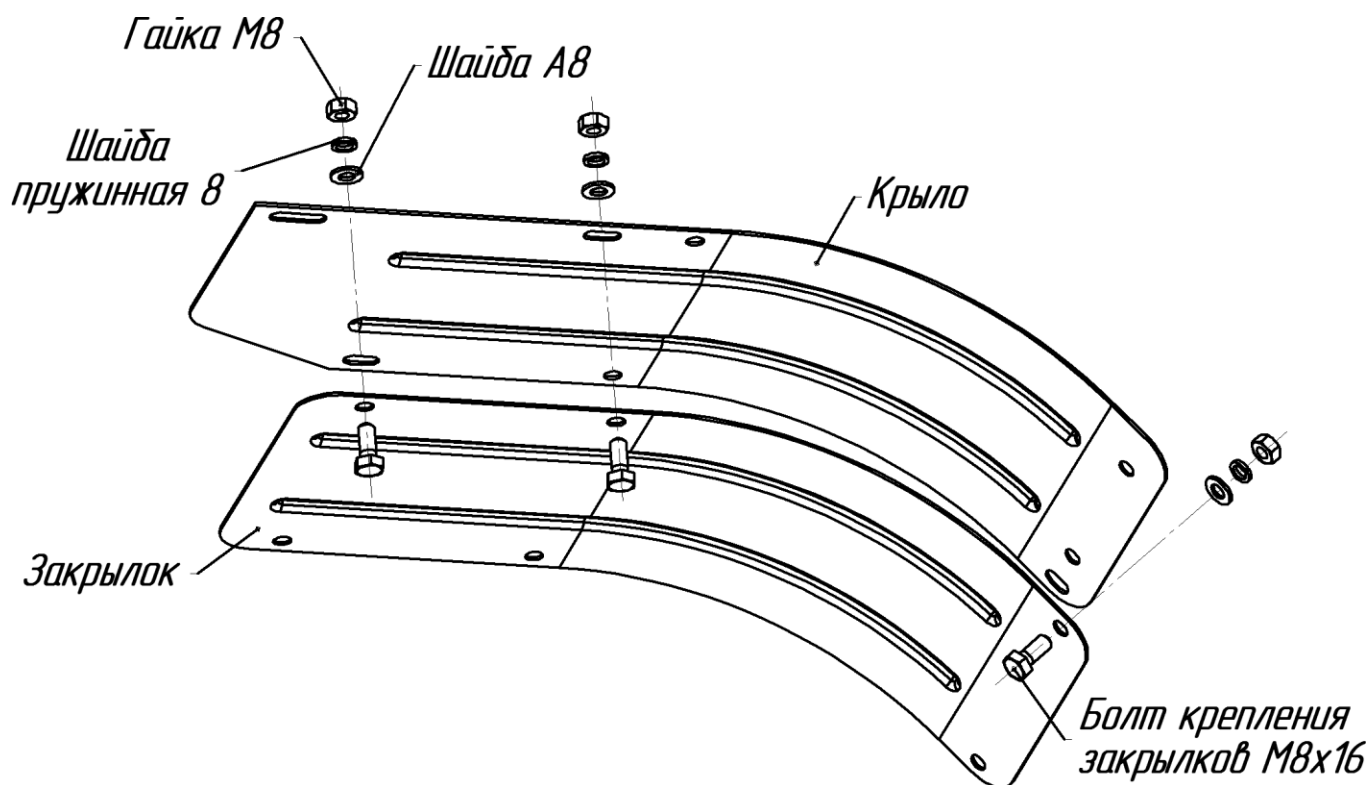

Рис.10 Схема крепления закрылков
21. При фрезеровании защитные устройства, закрылки и щитки должны быть установлены на соответствующие места и надежно закреплены с помощью исправного стандартного инструмента (рис.10).
10. При работе с фрезами-культиваторами необходимо установить закрылки (рис.10).